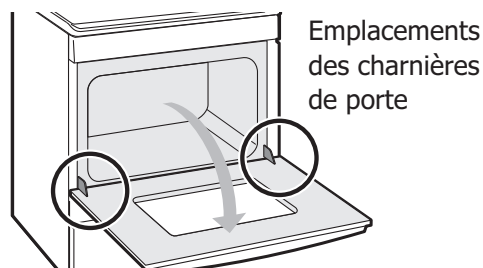

Figure 17 : Emplacement des charnières de porte
1. Ouvrir complètement la porte du four, parallèle au plancher (voir Figure 17).
3. Ouvrir complètement la porte du four, parallèle au plancher (voir Figure 17).